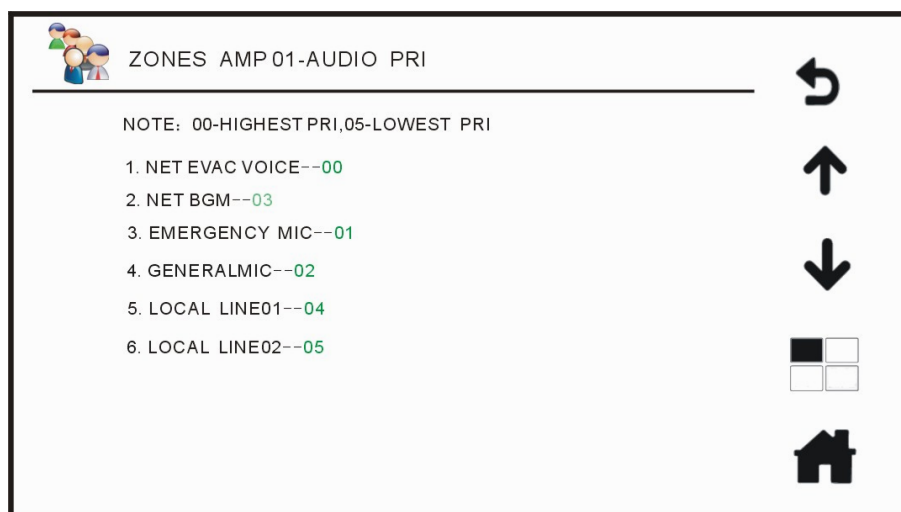

Рис. 4.20. Состояние приоритетов аудиосигналов зонального усилителя с настройками по умолчанию
6. Пункт **AUDIO PRI** показывает состояние приоритетов аудиосигналов: **LOCAL** (местный) или **NET** (сетевой). Этот пункт показывает текущее состояние приоритетов аудиосигналов для усилителя зон (настраиваются с помощью программного обеспечения). Нажмите **AUDIO PRI** (приоритеты аудио), откроется соответствующее окно, показанное на Рис. 4.20.